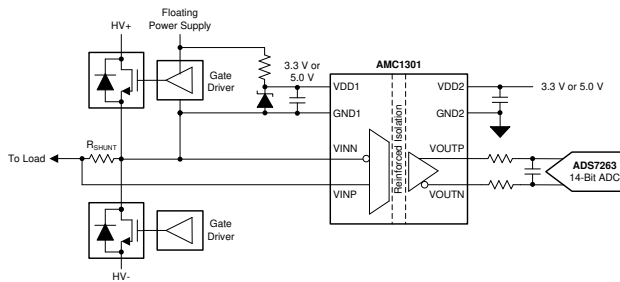

图 1. AMC1301 功能方框图
德州仪器 (TI) 提供了各种隔离式电流分流放大器，这些放大器用于上述电压和电流分流检测应用，可满足基本或增强型绝缘要求。对于需要增强型绝缘的应用，一款此类器件是 AMC1301。AMC1301 输出是围绕 1.44V 共模电压变化的全差分信号，可以直接馈送到独立模数转换器 (ADC) (如图 1 所示)，或者馈送到 MSP430 和 C2000 微控制器系列中的板载 ADC。